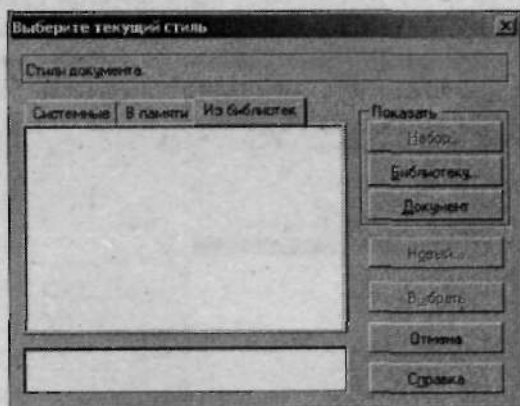

Рис. 2.27. Вкладка **Из библиотек** диалогового окна выбора стиля линии
3. Щелкните по вкладке **Из библиотек** (рис. 2.27).